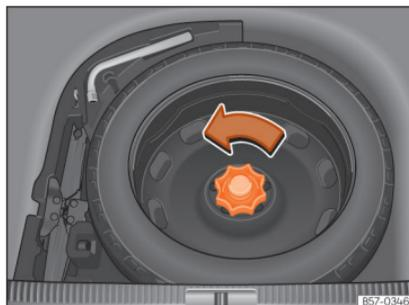

Fig. 255 Na bagageira: piso de carga levantado.
- Mova a roda no sentido contrário ao dos ponteiros do relógio »» **Fig. 255.**
- Mova a roda no sentido contrário ao dos ponteiros do relógio »» **Fig. 255¹⁾.**